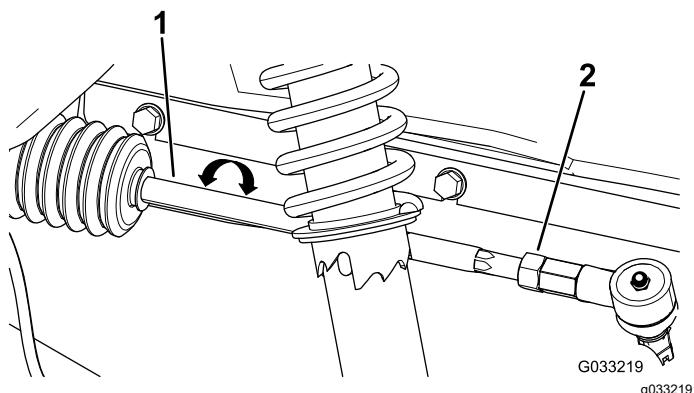

Figure 115
- Desserrez les écrous de blocage à l'extrémité extérieure des biellettes (Figure 115)